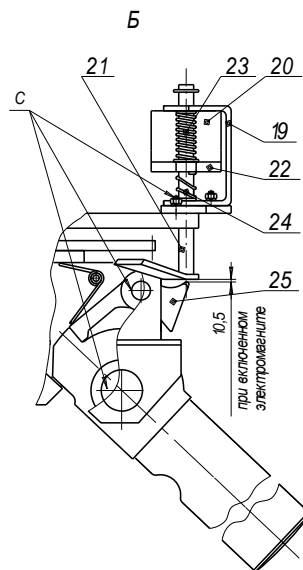

Рис.3
Устройство «Антипаника» (см. рис. 3) состоит из каркаса (19) с закрепленным на нем электромагнитом (20), толкателя (21), якоря (22) и пружин (23 и 24). Толкатель представляет собой П-образную рамку, состоящую из двух направляющих и упора. Направляющие толкателя проходят через отверстия каркаса и якоря, обеспечивая тем самым возможность поступательного перемещения толкателя и якоря относительно электромагнита и друг относительно друга. Необходимые динамические характеристики относительных движений обеспечиваются возвратной и компенсирующей пружинами. Диапазоны перемещений толкателя относительно каркаса и якоря относительно толкателя ограничиваются упорными шайбами.